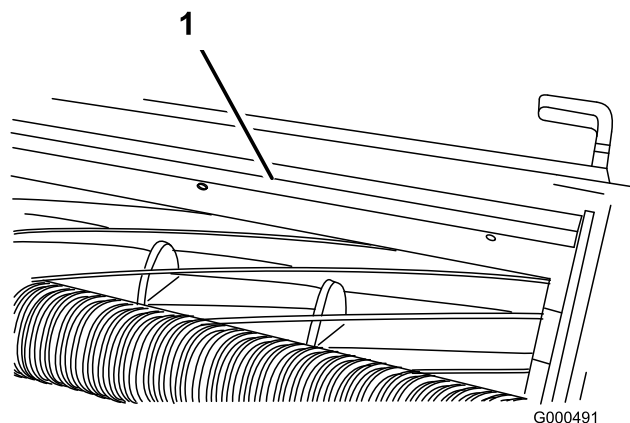

Figure 57
1. Desserrez les vis de fixation de la barre supérieure (Figure 57) au plateau de coupe.